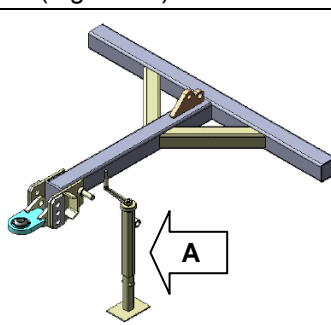

Figura 04
- 4) Acople o conjunto do levante mecânico “A” (Figura 04) ao cabeçalho e ajuste-o ao solo de forma que mantenha o cabeçalho apoiado.